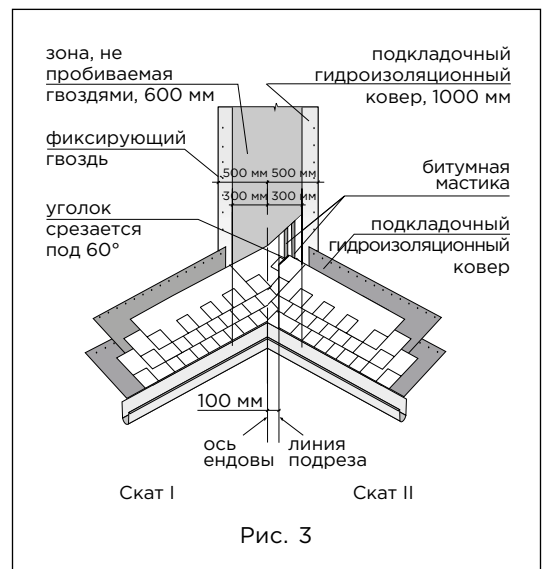

Рис. 3
Ендова (рис. 3)
- лист, подходящий к ендове со ската II, должен доходить до линии подрезки и обрезаться по ней. Верхний уголок обрезанного края листа подрезается под углом 60° (50×30 мм – рис. 3);